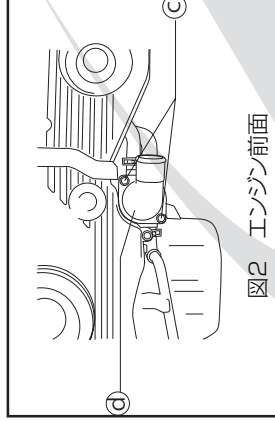

図2 エンジン前面
- サーモスタットカバー (図 2-d) を固定している M6 ボルト (図 2-e) を取り外して下さい。